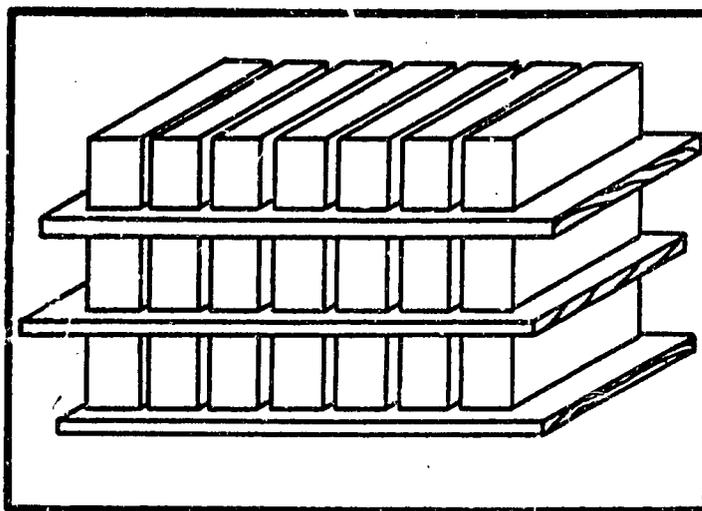

FIG. 14 - Blocs empilés pour un durcissement de 5 jours
6. Les blocs doivent être posés sur des planches plates, non gauchies, propres, assez larges pour supporter toute la largeur des blocs (voir Figure 14).